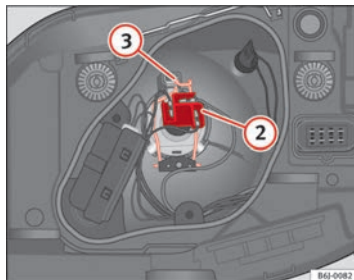

Abb. 149 Abblend-/
- Ziehen Sie den Stecker $\Rightarrow$ Abb. 149 ② von der Lampe ab.
- Nehmen Sie die Haltefeder $\Rightarrow$ Abb. 149 ③ durch Eindrücken und Rechtsdrehung ab.